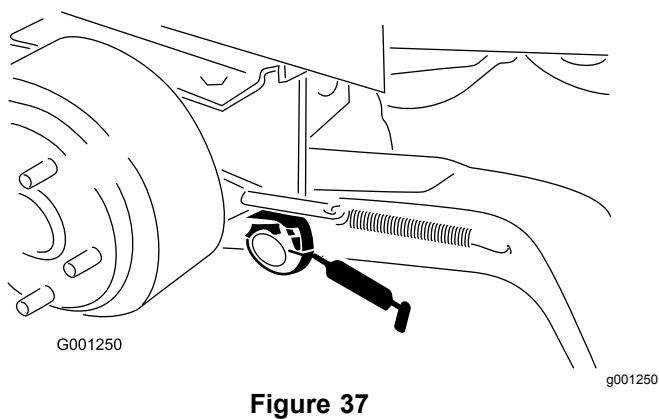

Figure 37
- Bagues de pivots de bras de relevage (Figure 37)